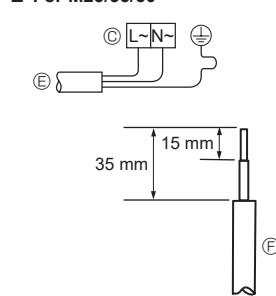
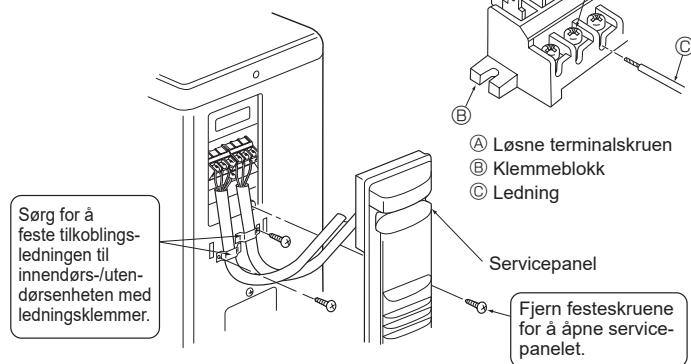
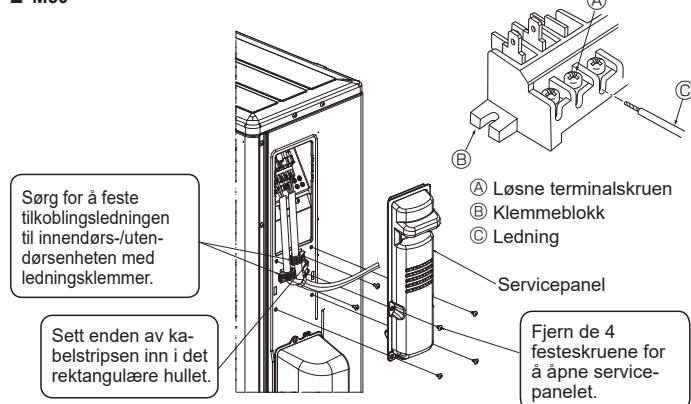
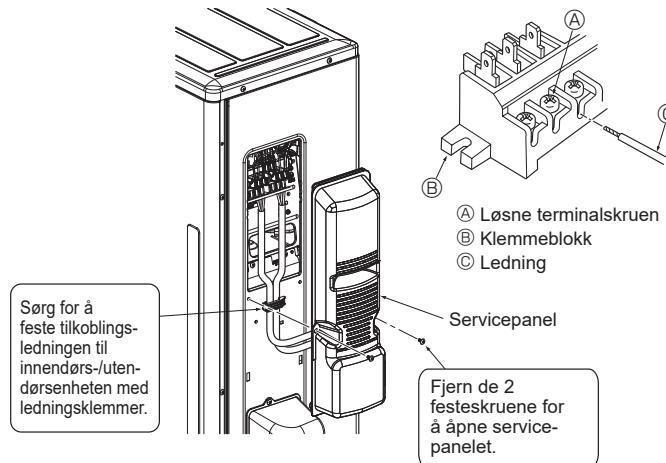

Fig. 6-2
Fig. 6-3
Fig. 6-4
Fig. 6-5
### 6.1. Utendørsenhet (Fig. 6-1, Fig. 6-2, Fig. 6-3, Fig. 6-4, Fig. 6-5)
- ① Fjern servicepanelet.
- ② Kople til kablene med henvisning til Fig. 6-1, Fig. 6-2, Fig. 6-3, Fig. 6-4 og Fig. 6-5.
- Utfør kabling som vist i figuren nede til venstre. (Anskaff kabelen lokalt) (Fig. 6-2)